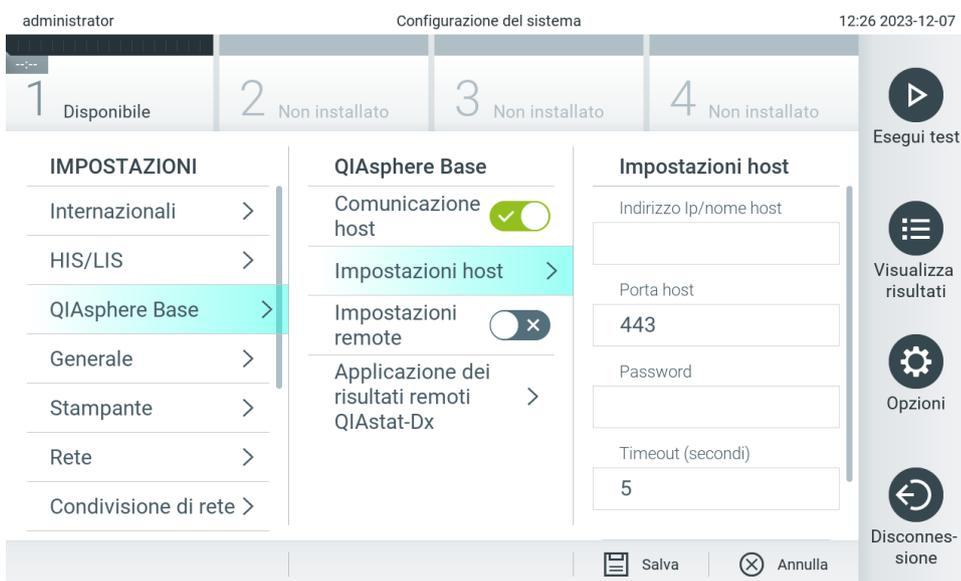

Figura 65. Configurazione della connessione di QIASphere Base.
4. Selezionare QIASphere Base dall'elenco delle impostazioni nella colonna di sinistra (Figura 65).